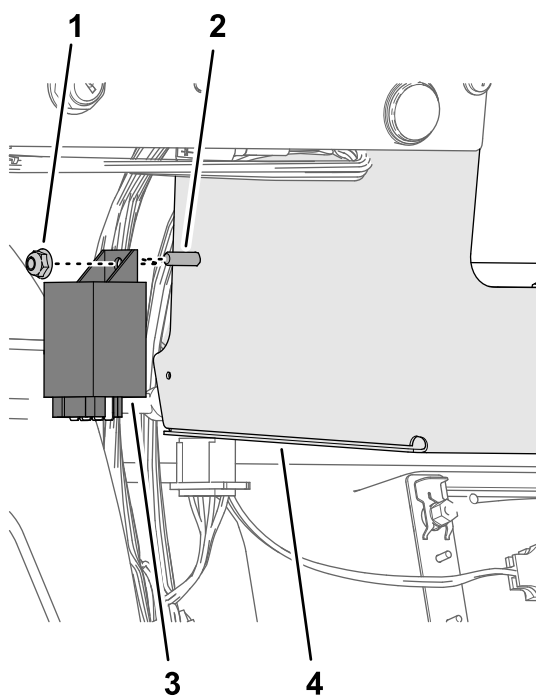

**Figura 20**
3. A partir do compartimento de armazenamento, insira um parafuso de cabeça flangeada (1/4 x 3/4 pol.) através do furo na parede interna do compartimento (**Figura 20**).